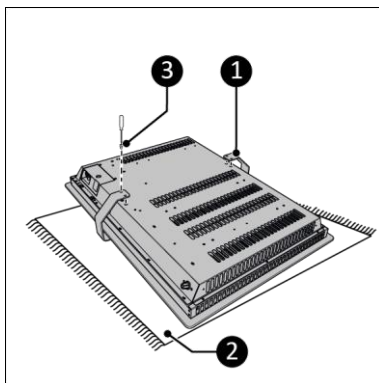

Figure 7
1. Posez l'appareil sur une surface douce et stable (figure 7, pos. 2).
3. Glissez avec précaution le porte-serviettes (figure 7, pos. 1) sous l'appareil.
4. Installez le porte-serviettes au dos de l'appareil à l'aide d'un tournevis Phillips (figure 7, pos. 3).